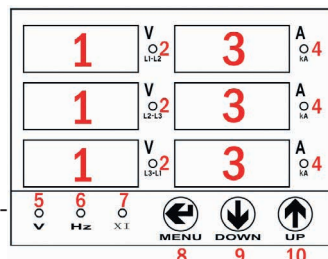

Рис. 1 – Элементы прибора
2. Для переключения отображаемой на дисплеях напряжения и частоты величины (п.1 рис. 1) нажимайте кнопку **▲**. При выборе измерения линейного напряжения на приборе будет гореть индикатор 5 (рис. 1), при выборе измерения фазного напряжения – индикаторы 5 и 2 (рис. 1), при выборе измерения частоты – индикатор 6. При измерении частоты значение отображается на среднем дисплее левого ряда (п. 1 рис. 1).
3. При нарушении порядка чередования фаз загорится индикатор 7 (рис. 1).